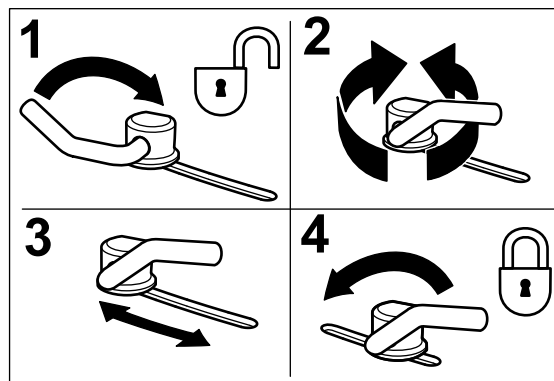

Figure 14
1. Pour régler les verrous à came, soulevez le levier pour desserrer le verrou (Figure 14).
3. Repoussez le levier à sa position d'origine pour serrer le déflecteur et les verrous (Figure 14).